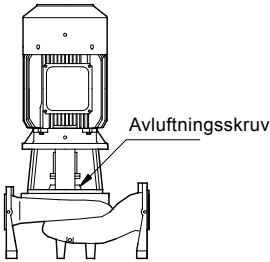

Fig. 4 Avluftningsskruv
1. Stäng avstängningsventilen på pumpens trycksida och lossa avluftningsskruven i toppstycket, se fig. 4.
3. Avlufta pumpen under igångkörningen genom att lossa avluftningsskruven i toppstycket tills en jämn vätskeström kommer från avluftningshålet, se fig. 4.